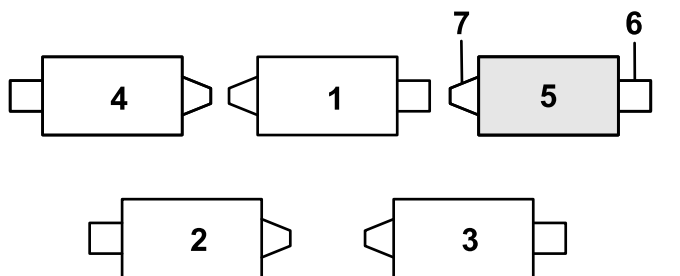

Figura 11
- Dacă tiftul în formă de agrafă este montat în orificiul din spatele tijei arcului de compensare, îndepărtați tiftul i introduceți-l în orificiul din apropierea suportului (Figura 11).